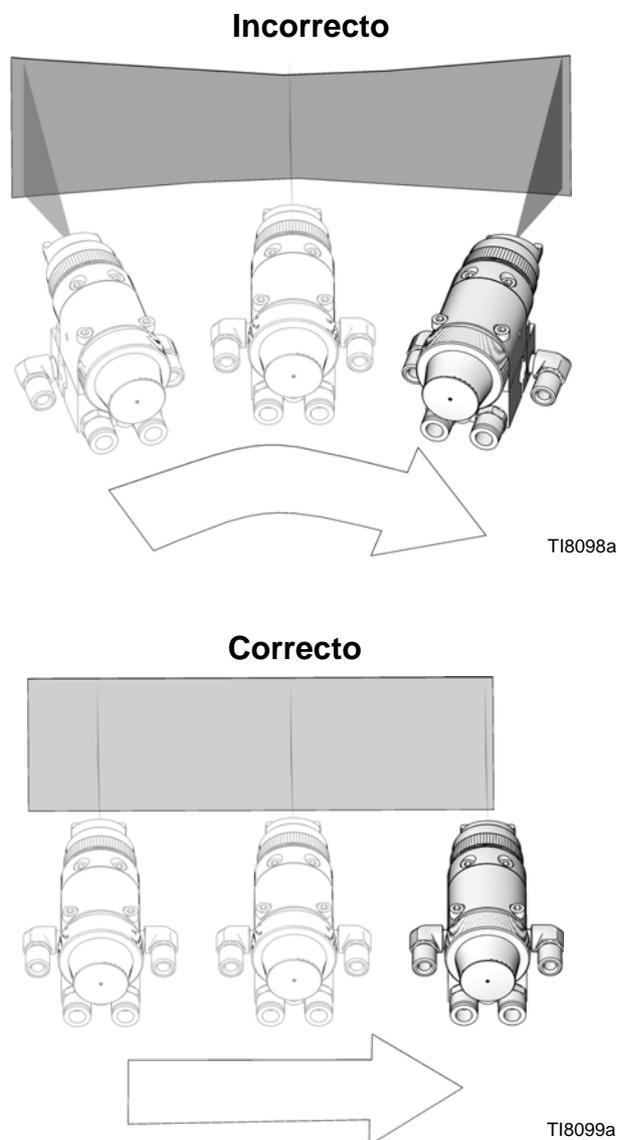

FIG. 12: Método correcto de pulverización
- Use pasadas uniformes y paralelas a través de la superficie a ser pulverizada con un 50% de superposición. Vea la FIG. 12.